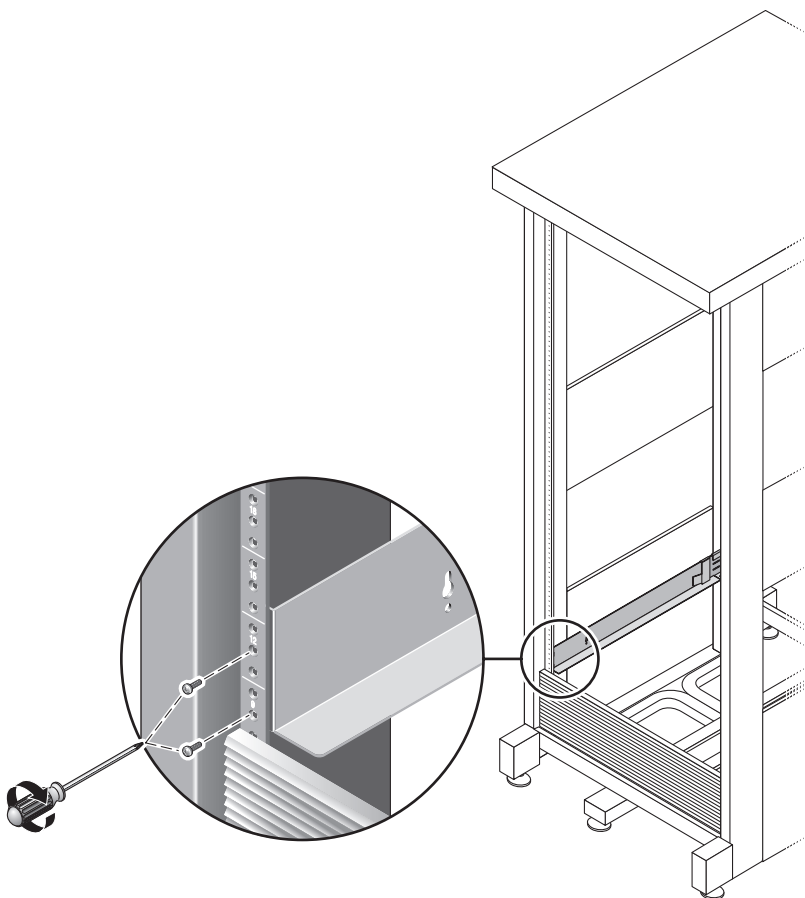

FIGURA 2-9 Fijación de la guía izquierda al montante delantero del armario
5. Utilice el destornillador Phillips del 2 para introducir y apretar dos tornillos de 8-32 en sendos taladros a fin de fijar la guía izquierda al montante frontal del armario (FIGURA 2-9). Repita la operación con la guía derecha.